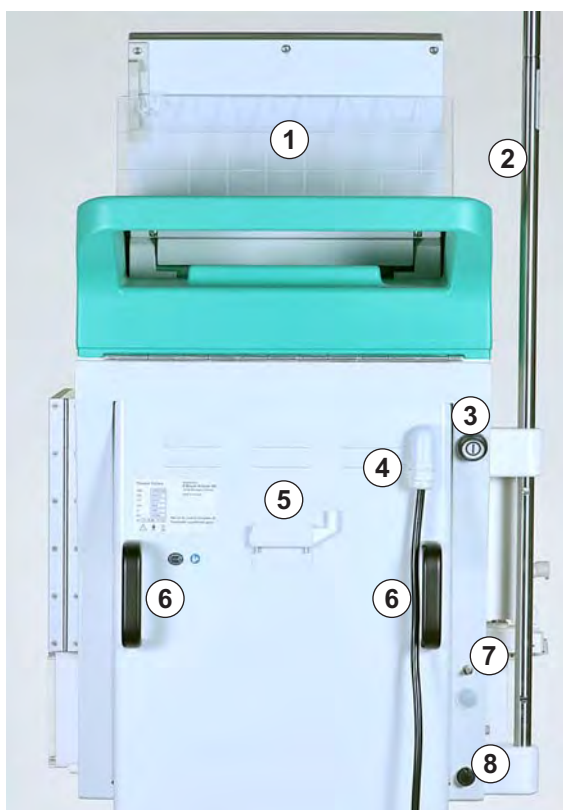

Рис. 2-7 Вид сзади
Выключатель питания расположен в верхней правой части аппарата (см. Рис. 2-7 Вид сзади (31)). Его действие заключается в подключении аппарата к электрической сети и отключении его от сети.